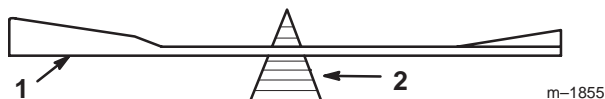
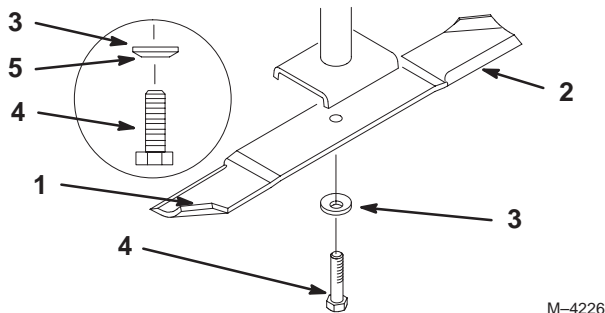

Figure 22
Figure 23
1. Tenez la lame à son extrémité avec un chiffon ou un gant épais. Retirez le boulon, la rondelle élastique et la lame de l'axe de la lame (Fig. 23).
2. Vérifiez l'équilibre de la lame en la plaçant sur un équilibreur (Fig. 22). Si la lame reste horizontale, elle est équilibrée et peut être utilisée. Si la lame est déséquilibrée, limez un peu l'extrémité de la partie incurvée seulement (Fig. 23). Vérifiez de nouveau et répétez la procédure jusqu'à ce que la lame soit équilibrée.
1. Placez la lame sur l'axe (Fig. 23).
2. Installez la rondelle élastique et le boulon de la lame (Fig. 23). Serrez le boulon de lame à 115–150 Nm (85–110 pieds/livres).